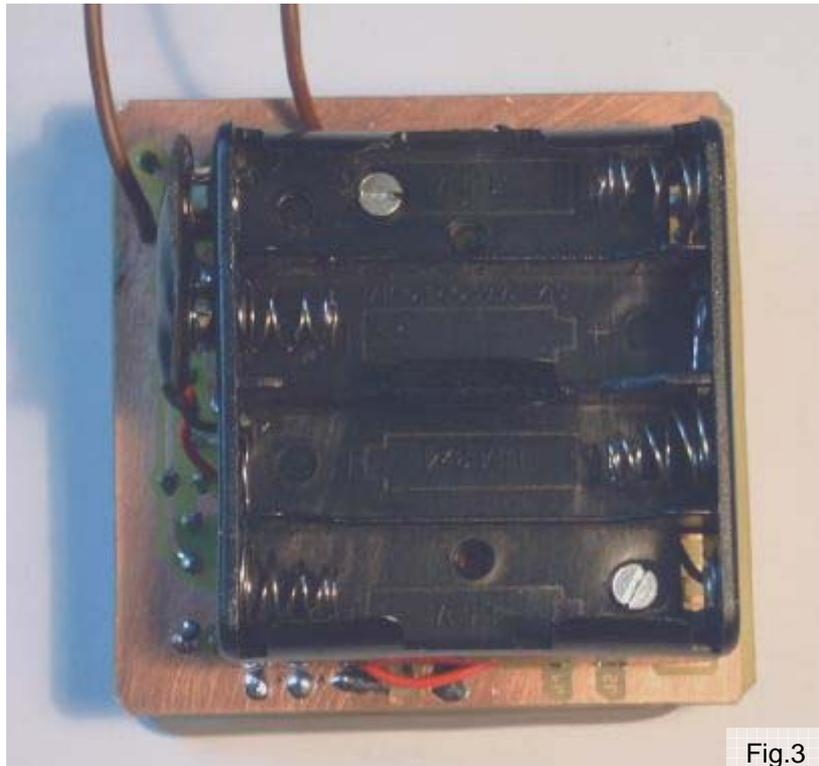

Fig.3
- Prendre le coupleur de pile et le placer fond vers le haut. (voir fig.3)